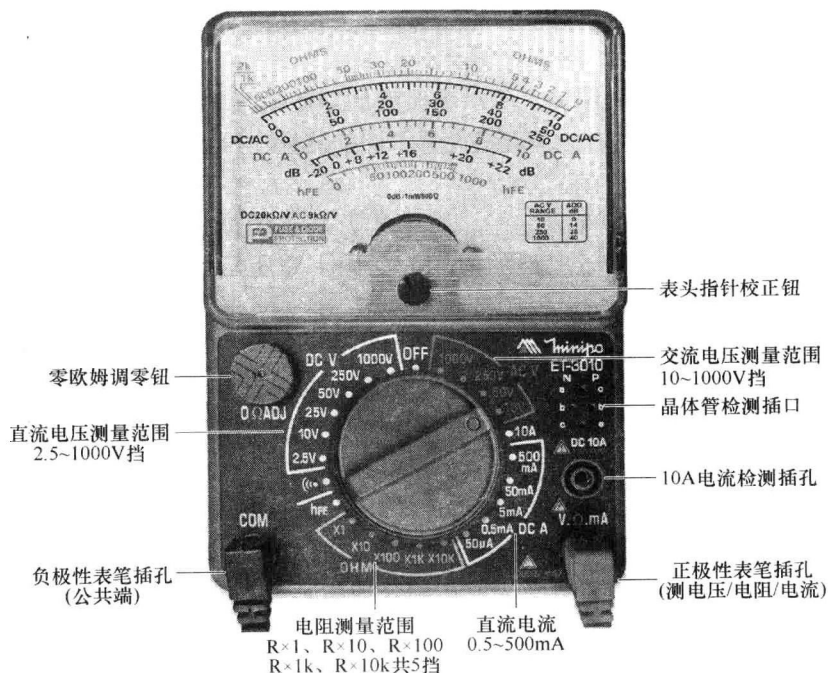

图 1-5 多功能指针式万用表
② 多功能指针式万用表就是将上述单一功能的万用表综合制作到一起，使其具有多种测量功能，也就是常用的指针式万用表，其外形如图 1-5 所示。